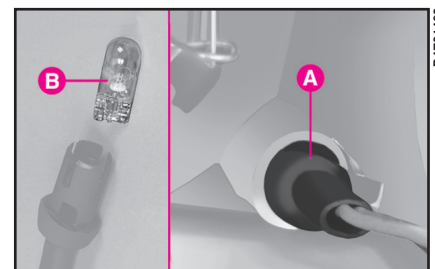

рис. 15
2) Слегка повернув патрон **А** (рис. 15), чтобы он легче выходил из гнезда, извлеките его, затем извлеките из патрона лампу **В**.